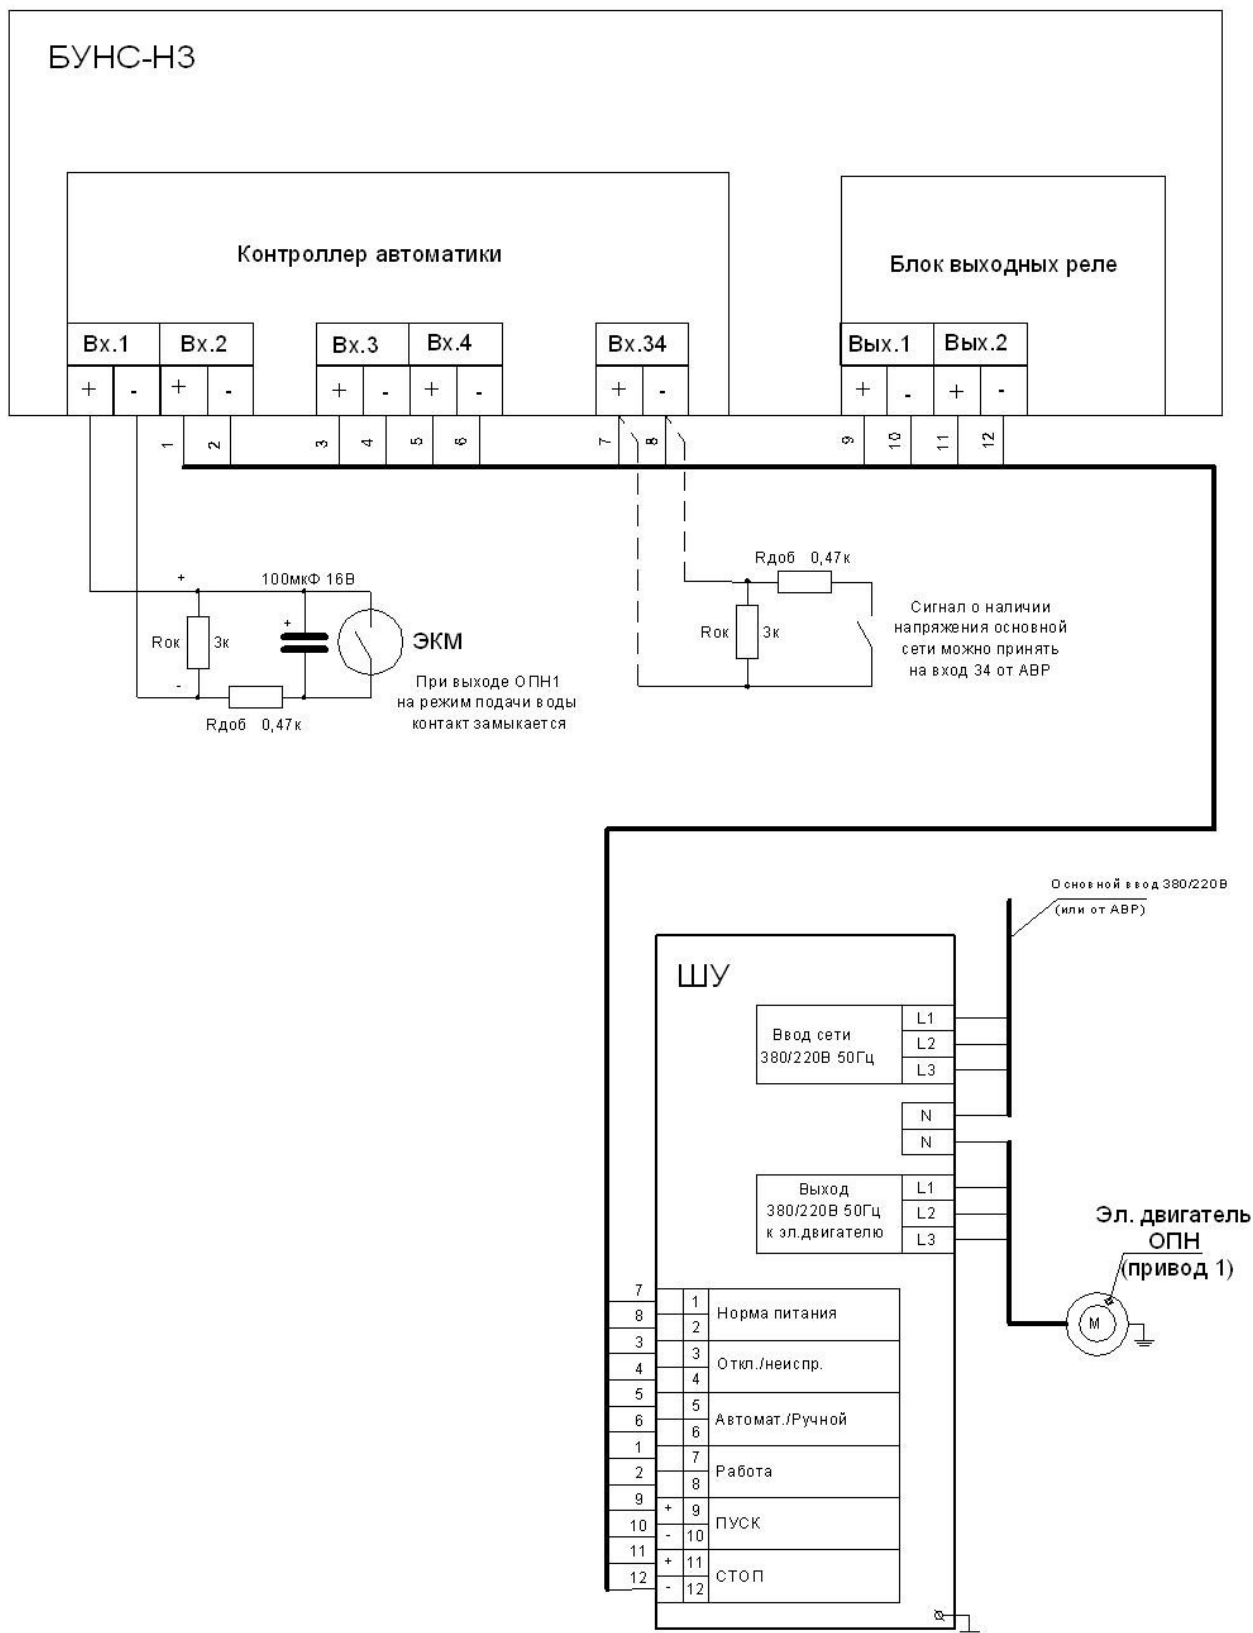

Рисунок 5.3
- рисунок 5.3 – основного пожарного насоса (ОПН) – привод 1;